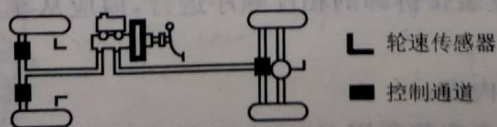

图 4-5 三通道三传感器式 ABS
②三通道三传感器式。三通道三传感器式与三通道四传感器式类似,一般采用两个前轮独立控制,两后轮按低选原则进行一同控制,如图 4-5 所示。其区别是后桥只有一个传感器,装在差速器附近。这种 ABS 控制方式制动稳定性好,但制动能力稍差。